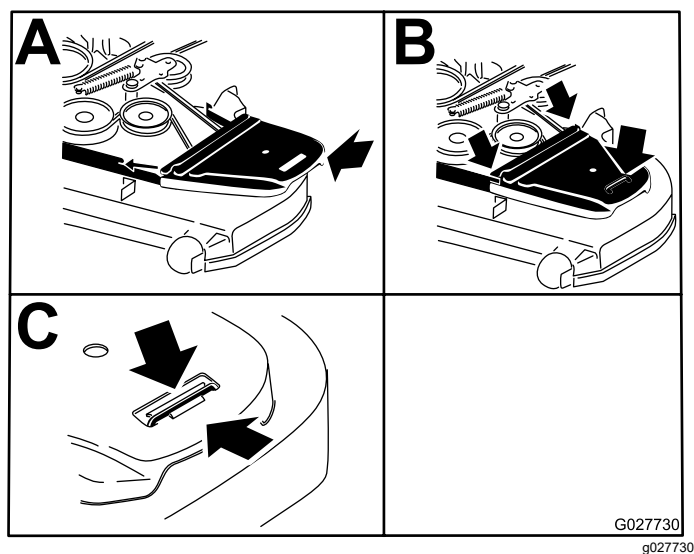

Figure 80
12. Posez les protège-courroies (Figure 80).